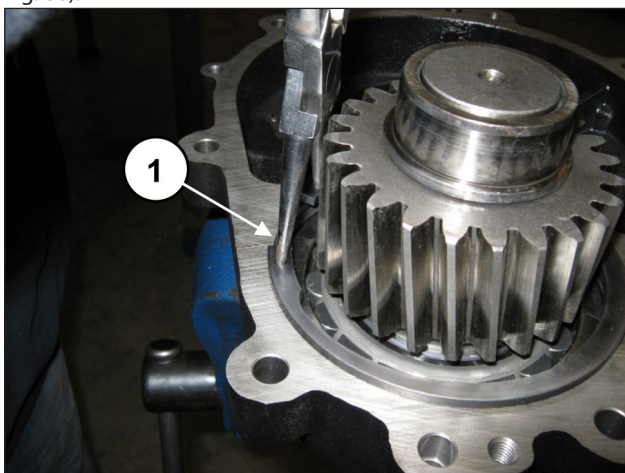

Fig. 86
Introducir en el alojamiento la anilla seeger Ø120 (pos. ①, Fig. 86).